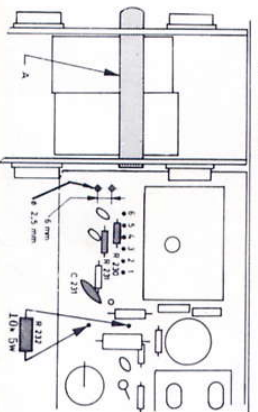

Fig. 5. Montering av kantkontakt for stereodekoder 4-2 i Huldra 8.
- Ta glasset ut av kabinettet. Fig. 5 og 6 viser MF-platen i apparatet med lavere serienummer enn 427 200. I apparatet med høyere serienummer er kondensatorene C238 og C242 montert på komponentsiden. Videre er blå og sort ledning koplet til venderseksjonen. Punkt 6 og 7 i monteringsavvisningen kan utelates for høyere serienummer.
4. Bør et 2,5 mm hull i platen som vist på fig. 5.
6. Tviinn ledningene (sort og blå) sammen og lodd dem til venderseksjonen og MF-platen som vist på fig. 5.
8. Ta ut festebylen A (fig. 5) og monter den som vist på figuren. Plugg dekodeeren inn i kantkontakten. Foliesiden skal vende mot FM-detektor boksen. Monter feste skrue fra MF-platens folieside.